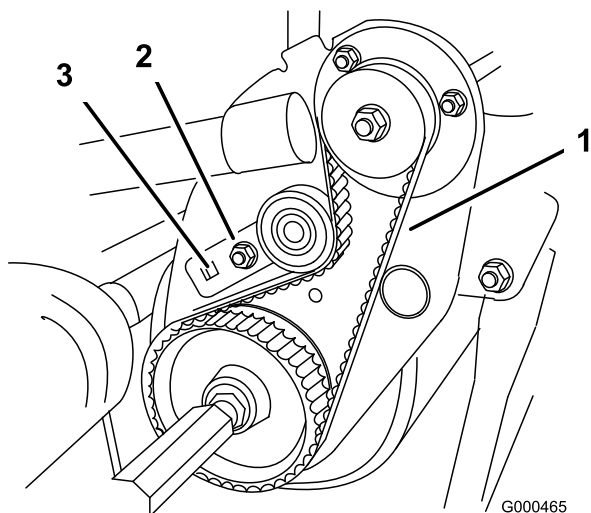

Figura 41
B. Servindo-se de uma chave de aperto de 3/8 pol., rode o suporte intermédio com uma torção de 8,5–9 Nm para ajustar a tensão da correia (Figura 41). Mantendo o ajuste da chave de aperto, aperte o parafuso de montagem do suporte intermédio (A anilha de patilha é instalada para evitar que a correia deslize). Não aperte demasiado a correia.